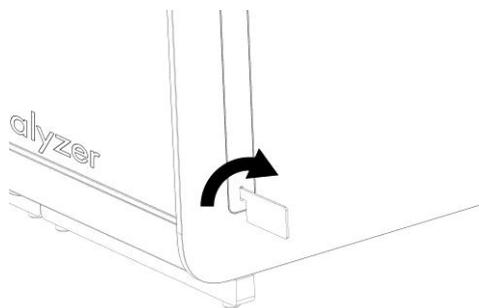

Рис. 15. Удаление защитных наклеек.
3. Удалите защитные наклейки с боковой стороны аналитического модуля с помощью инструмента для снятия защитных наклеек, входящего в комплект поставки QIAstat-Dx Analyzer 1.0 (рис.15).